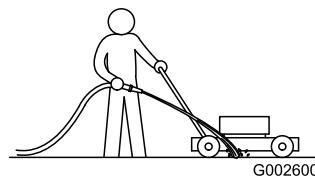

Рисунок 23
3. При работающем двигателе и включенном ноже направьте струю воды перед **правым** задним колесом (Рисунок 23).